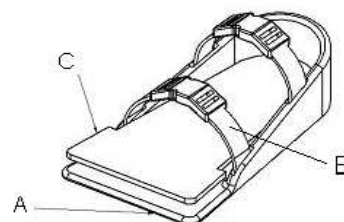

Figure 1
Retirez l'appui en mousse (C). Percez deux trous à travers le support de pied (A) et la palette du fauteuil avec un foret de 1/4" (6 mm). Une fois le premier trou percé, placez une vis à tête plate, une rondelle et un écrou pour fixer la palette. Répétez la procédure pour le second trou. (Figure 1) Découpez un morceau de scratch d'environ 10/15 cm et collez le à l'intérieur du support (A) pour maintenir l'appui en mousse (C). Placez l'appui en mousse (C) à l'intérieur du support (A).